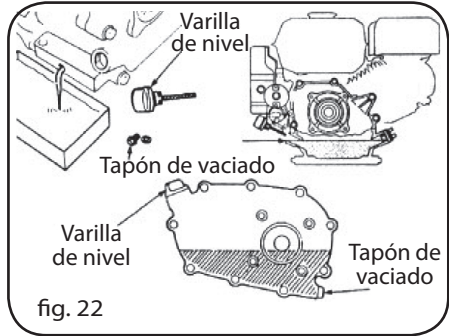

fig. 22
- a) Desenrosque el tapón del depósito de aceite y el tapón de vaciado para vaciar por completo el depósito de aceite. Enrosque de nuevo el tapón de vaciado (Fig. 22).